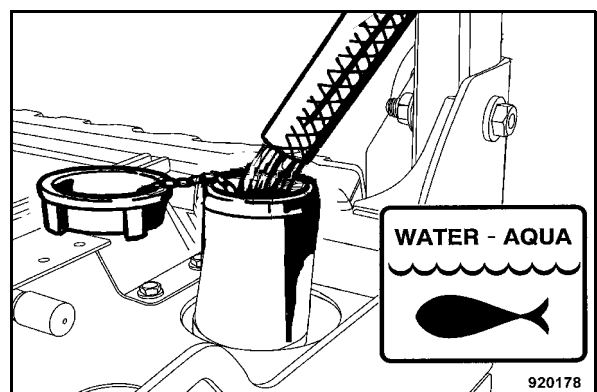

Fig. 127
- Ouvrir le couvercle (Fig. 127) et faire le rajout d'eau.